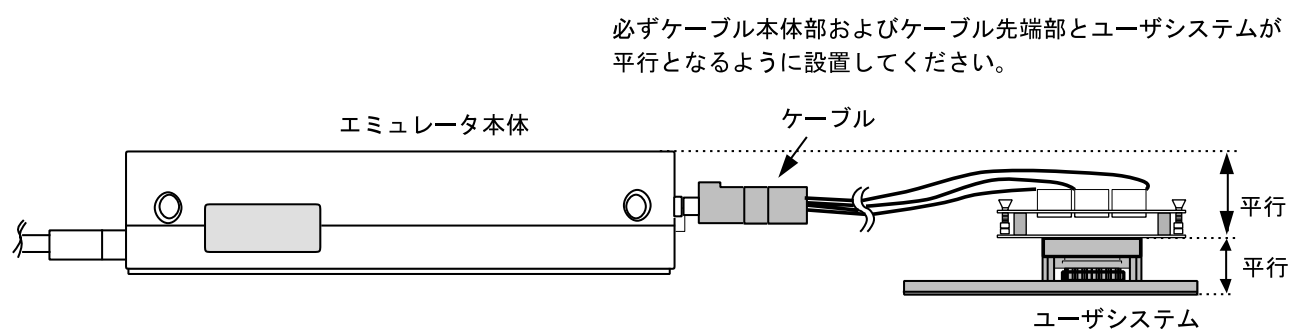

図10 設置例
- (1) ユーザシステムへの接続時には1ピン位置に十分注意して、誤接続は絶対にしないでください。
- (2) 本ユーザシステムインタフェースケーブルを使用する場合の推奨マウントパッド寸法は、MCU 実装用マウントパッド寸法とは異なりますので注意してください。
- (3) 本ユーザシステムインタフェースケーブルは、HS3052EPI61H エミュレータ専用ですので、他のエミュレータ本体には使用しないでください。
- (4) ケーブル本体部が断線する可能性がありますので、本ユーザシステムインタフェースケーブルの上に重いものや金属等の角の尖ったものを置かないでください。
- (5) ユーザシステムに接続した状態では、ユーザシステムインタフェースケーブル、特にケーブル先端部に無理な力が加わらないように注意する必要があります。図10の設置例を参照してご使用ください。